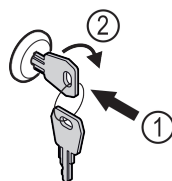

Fig. 171 Примерно изображение
- ▶ Пъхнете ключа Fig. 171 (1).
- ▶ Завъртете го на 90° по посока на часовниковата стрелка Fig. 171 (2).